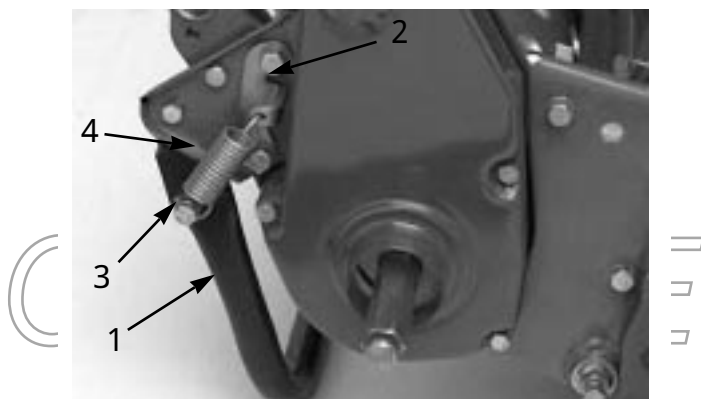

図3
2. キック・スタンドをフレームに固定する（図3：ロックワッシャ、スペーサ、平ワッシャ、ロックナットを使用）。スペーサはキック・スタンドの取り付け穴に入れる。